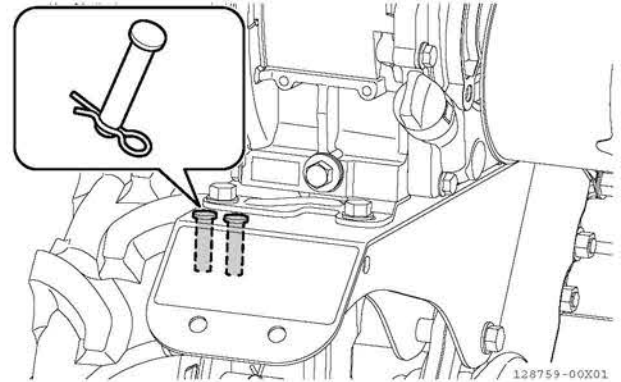

図 6-1 平頭ピンの取り外し
1. エンジンフレームから簡易旋回機構固定の平頭ピンを外します。(図 6-1)